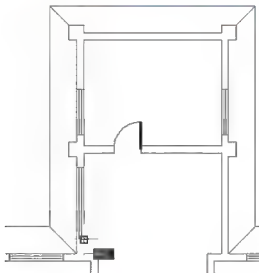

图 3.85 捕捉插入点
- (4) 将块【插入】对话框中的旋转角度设置为“90”。
- (5) 单击【确定】按钮, 关闭对话框。此时“窗”图块基点的位置附着在光标上。
- (6) 在指定插入点或[基点(B)/比例(S)/旋转(R)/预览比例(PS)/预览旋转(PR)]:提示下, 在如图3.85所示处单击, 将“窗”图块插到该处。